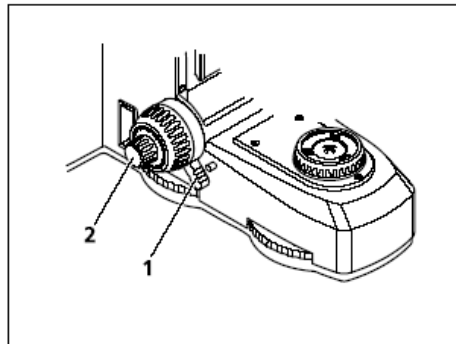

图4-3 校准调焦旋钮上的垂直限位
(5) 校准调焦旋钮上的垂直限位
- 向定位销方向掰动限位紧固柄（图4-3/1）。
- 借助调焦旋钮（图4-3/2）把载物台移动到最高允许位置，注意不要碰撞样品支架或物镜。